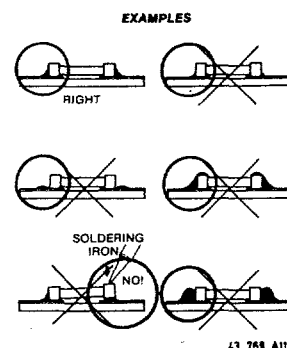

Fig. 8.3
- Die Lotmenge muß der Größe der Lötfläche entsprechen. Bei einer zu großen Menge könnte das Bauelement reißen oder die Lötflächen könnten sich von der Leiterplatte lösen (siehe Abb. 8.3).